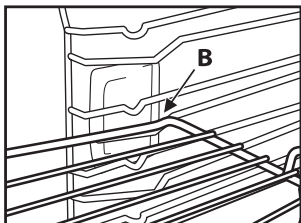

Fig. 2
2. Incline a grelha em correspondência com a posição de bloqueio "B" (Fig. 2).